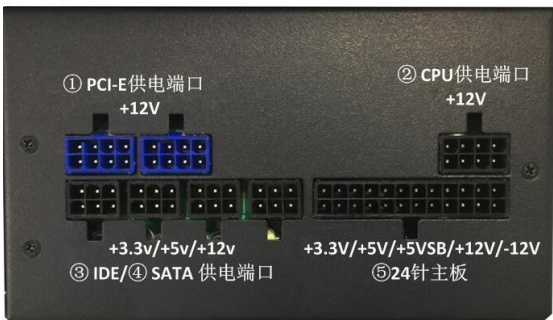
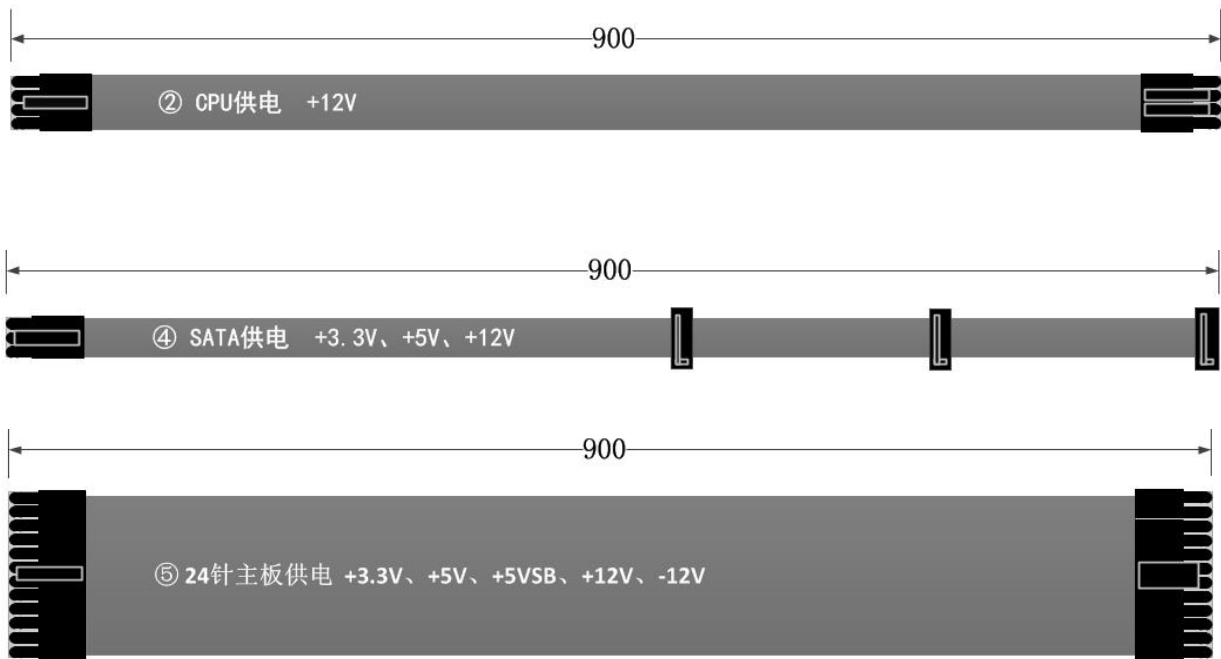

图 11 开关电源端口
图12 900mm实训专用加长线束
(1) 开关电源端口照片如图 11 所示。
(2) 开关电源特点包括全模组电源端口印刷有清晰的输出电压标识，能够快速、正确连接电源线束，熟悉主板各区域和硬盘、光驱等设备的工作电压。
(3) 如图 12 所示，专门设计和制作了长 900mm 的加长线束，能够把主板放置在机箱外部进行故障检测，也方便机箱内背部走线、理线和绑扎。